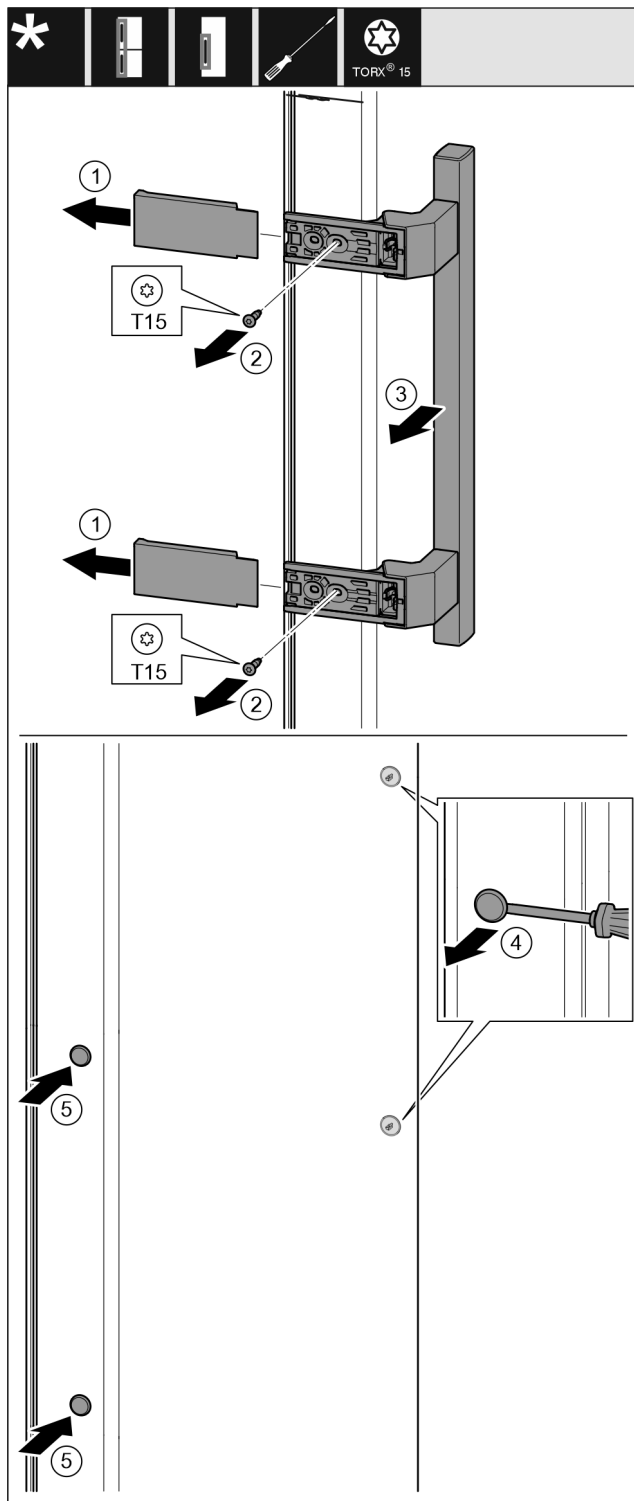

Fig. 13
- ▶ Rimuovere la copertura. Fig. 13 (1)
- ▶ Svitare le viti con il cacciavite T15. Fig. 13 (2)
- ▶ Rimuovere la maniglia. Fig. 13 (3)
- ▶ Con un cacciavite a testa a intaglio sollevare con cautela i tappi laterali ed estrarli. Fig. 13 (4)
- ▶ Inserire nuovamente i tappi sull'altro lato. Fig. 13 (5)